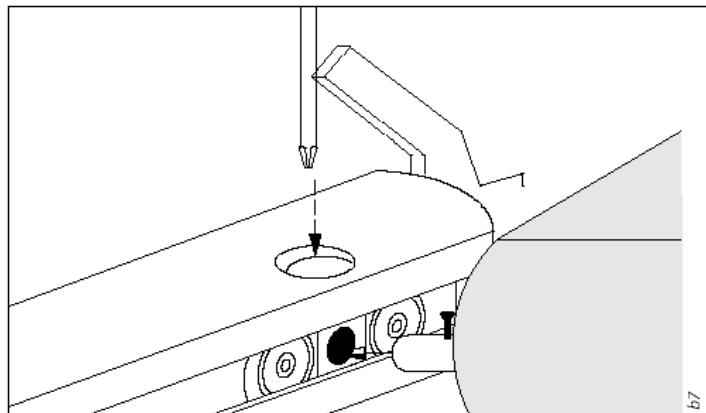

Bild 3: Senkschraube am Laufwagen
- Lösen Sie die Senkschrauben der Laufwagen und ziehen Sie das Ausfallprofil aus den Laufwagen heraus (Bild 3).